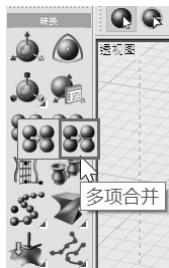

图 4-14 使用“多项合并”工具
3) 在全局浏览器中选中全部 6 个独立 NURBS 曲面 (按住 <Ctrl> 键进行多选), 或在建模视图中框选选中。随后在建模工具栏中找到“多项合并”工具, 如图 4-14 所示, 将 6 个独立面合并。